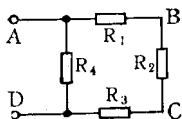
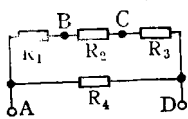

图 1-1
图 1-2
【答】图1-1所示电路中既有电阻的串联,又有电阻的并联。计算AD两端之间等值电阻的步骤如下:
(1) 分析整个电路的组成，必要时可先把电路整理成显而易见易懂的串并联关系，如将图 1-1 改画成图 1-2。
(2) 根据串联电路的电阻计算公式，计算出